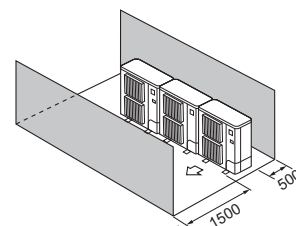

Fig. 3-14
- ④ Obstáculos sólo en la parte delantera y trasera (Fig. 3-14)